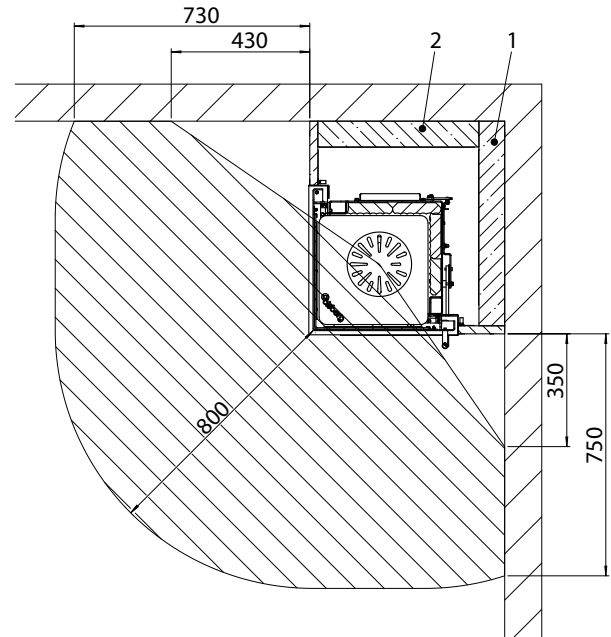
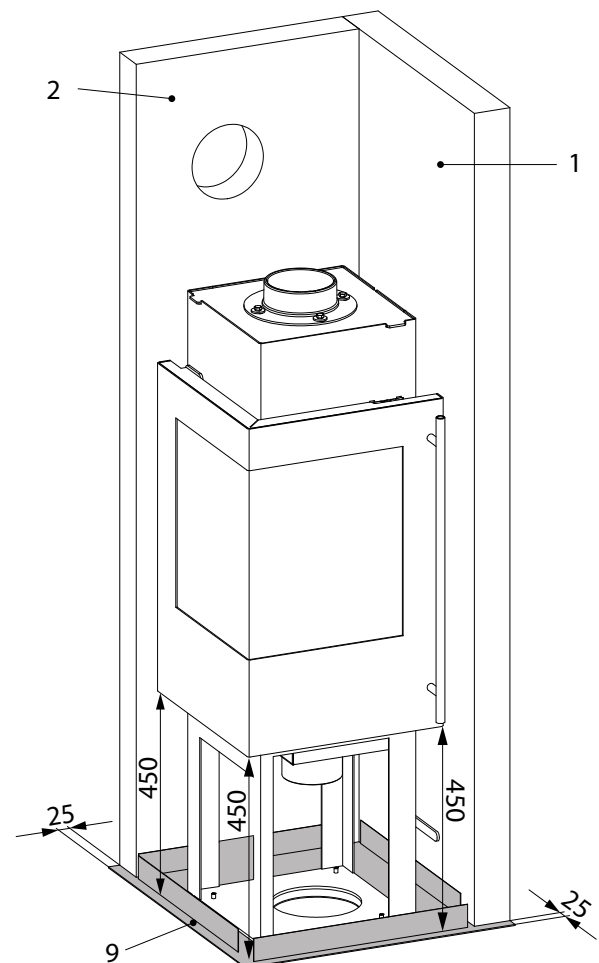

Fig.3
Fig.4
- Aufstellplatz festlegen. Das Heizgerät kann 2-seitig wandbündig aufgestellt werden. Im Strahlungsbereich des Heizgerätes dürfen bis zu einem Abstand von 80cm, gemessen ab Sichtscheibe der Feuerraumtür, keine Gegenstände aus brennbaren Stoffen vorhanden sein oder abgestellt werden (siehe Fig.3).
- Bodenplatte (9, Fig.4) so auf den festgelegten Aufstellplatz legen, dass die beiden 80mm dicken Dämmplatten 1+2 in Richtung der Aufstellwände positioniert werden (siehe Fig.3).
- Heizgerät so ausrichten, dass der Abstand zwischen Bodenplatte und Unterkante Feuerraumtür überall 450mm beträgt (siehe Fig.4).
- Dämmplatten 1+2 aufstellen und eventuell mit ein paar Klebestellen an den Aufstellwänden fixieren. Bei 1-seitiger Aufstellung mit Aufstellwand hinter Dämmplatte Pos.2 können die beiden Dämmplatten mit 3 Spanplattenschrauben  $\varnothing 6 \times 140$  (17) zusätzlich verschraubt werden (kein vorbohren und senken notwendig). In jedem Fall müssen beide Platten untereinander verklebt werden.